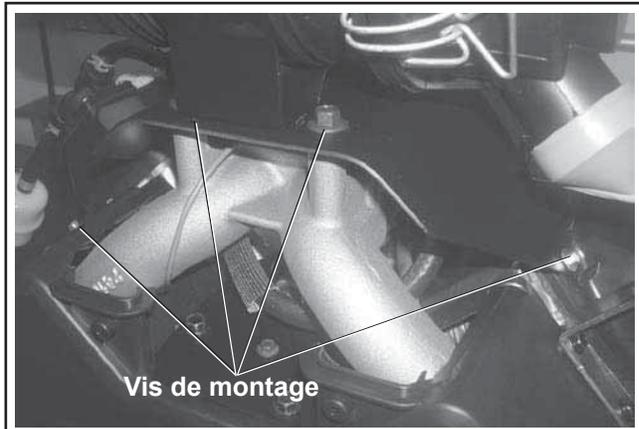

Figure 9-13. Vis de montage de la bride du filtre à air (modèle bicylindre ci-représenté).
3. Enlever les vis fixant la bride de support principale pour le filtre à air aux cache-soupapes. Sur les modèles à carburateur bicylindre, enlever les deux vis de fixation sur le côté supérieur du collecteur d'admission. Décrocher le ressort de retour de la vanne d'air, si présent. Ne perdre aucune des pièces de la structure. Voir la Figure 9-13.